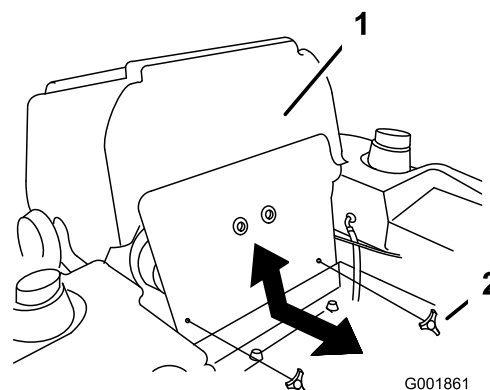

Figura 66
3. Incline el asiento hacia adelante y retire el panel delantero del motor (Figura 66).
7. Instale el panel delantero del motor (Figura 66).